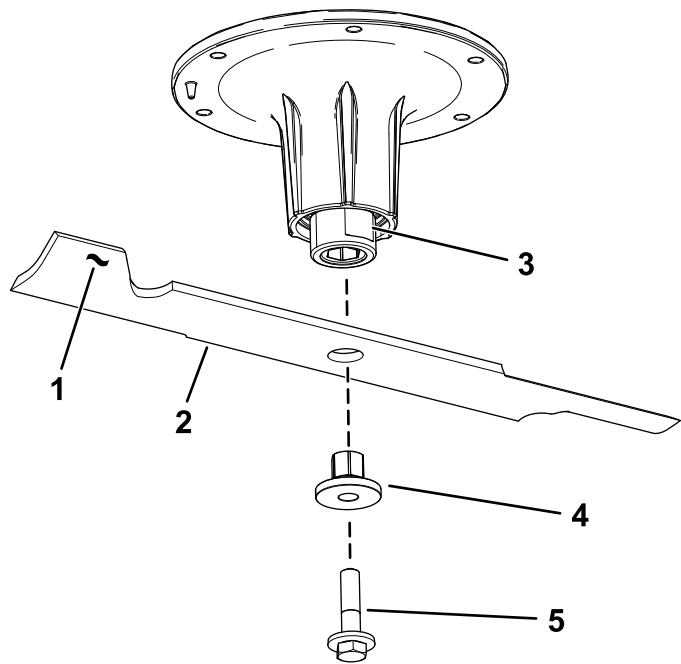

Figure 94
2. Retirez le boulon, la douille et la lame de l'axe de pivot (Figure 94).